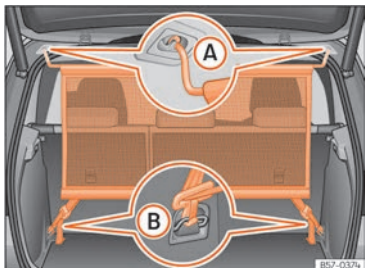

Abb. 170 Netztrennwand eingebaut.
- Netztrennwand in der linken Aufnahme am Dach »» [Abb. 170] (A) einhängen. Darauf achten, dass die Querstange über die obere Position hinaus nach unten gezogen wird.
- Netztrennwand in der rechten Aufnahme am Dach durch Zusammendrücken der Querstange »» [Abb. 170] (A) einhängen.
- Beide Haltehaken der Netztrennwand in die vorderen Verzurrösen im Gepäckraum »» [Abb. 170] (B) einhängen und die Gurte festspannen.